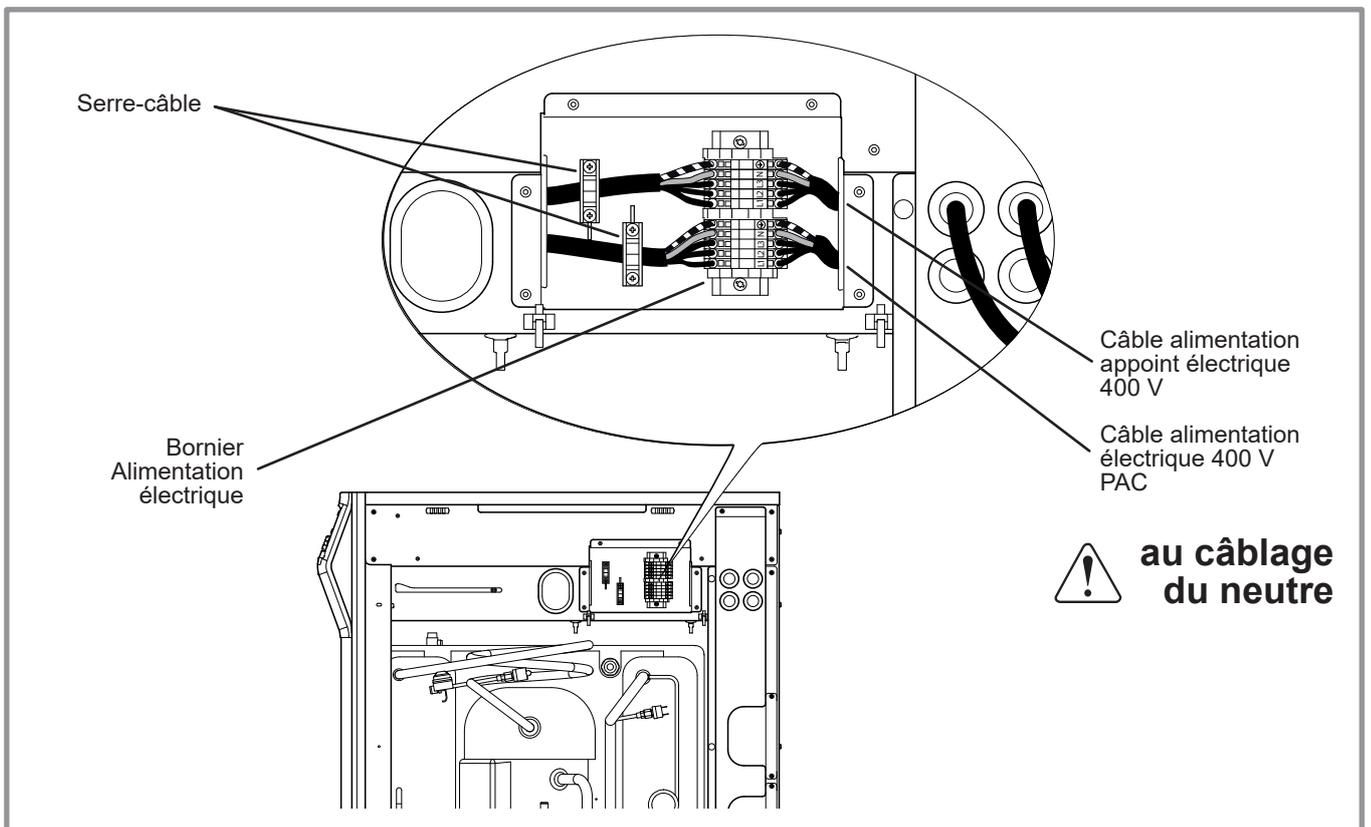

figure 17 - Raccordement au bornier d'alimentation électrique (vue de coté droit)
- Effectuer les raccordements suivant le schéma (figure 17, page 21).